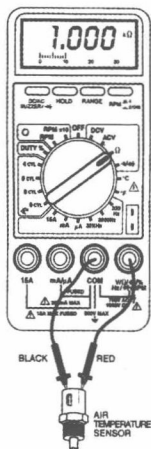

图 1-1-12 测量电阻
(4) 根据图 1-1-12 所示, 简述使用数字式万用表测量电阻的操作步骤。